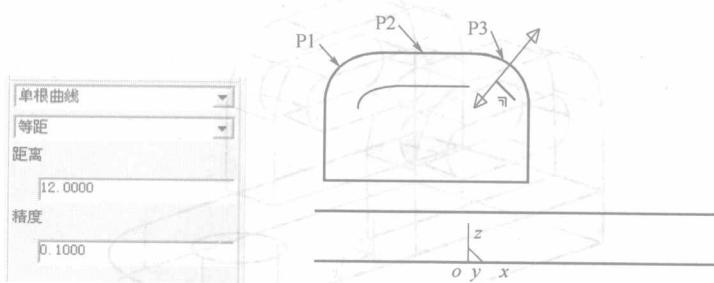

图 2-6 生成等距线
(8) 单击“等距线”按钮 D ，如图设置立即菜单，拾取直线P1、圆弧P2、P3，生成等距线如图2-6所示。